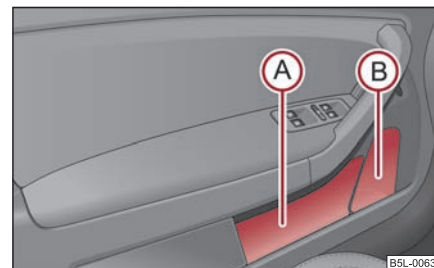

Fig. 126 Compartimento guardaobjetos en las puertas delanteras
A fin de no menoscabar el radio de acción del airbag lateral, utilice la zona (A) ⇒ fig. 126 del portaobjetos sólo para depositar en ella objetos que no sobresalgan. ■